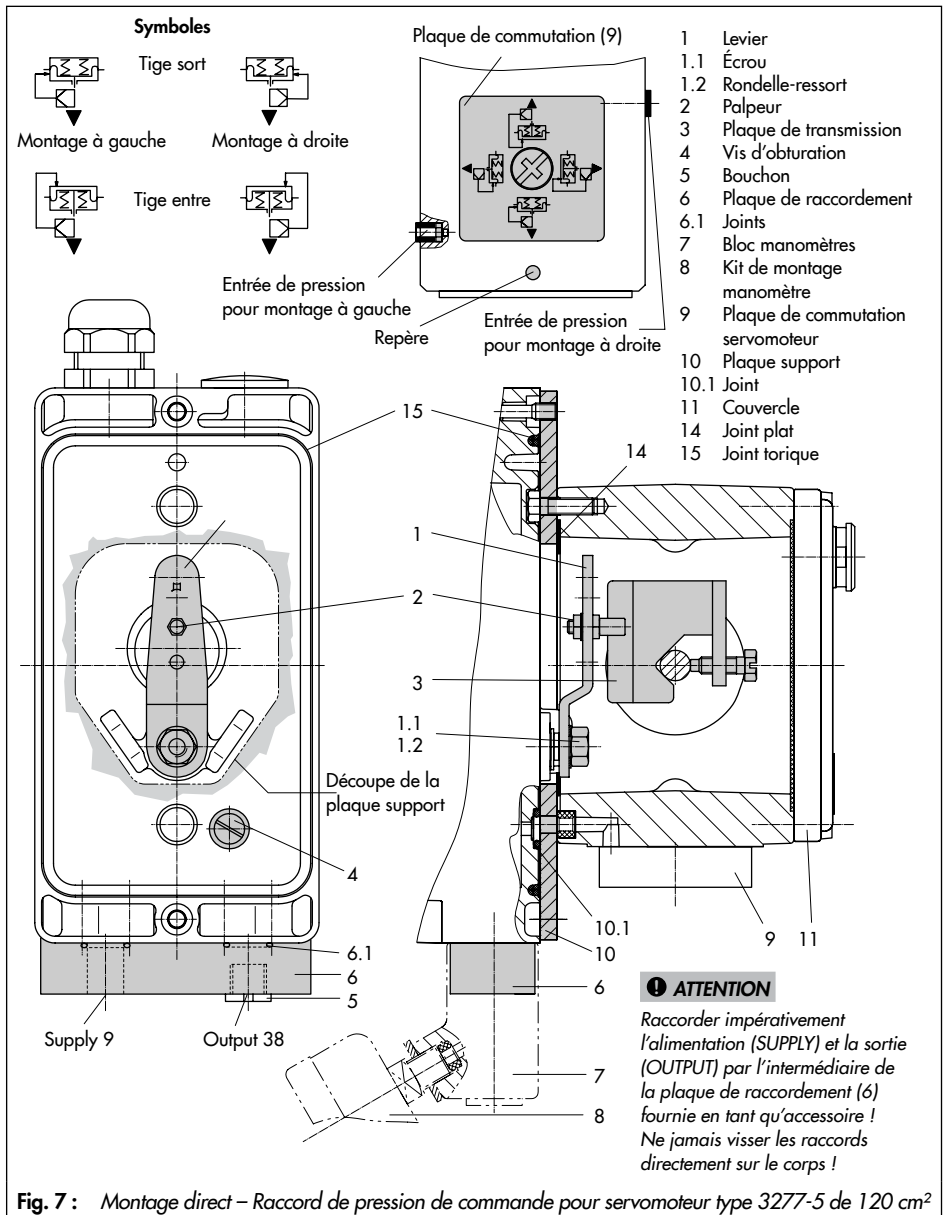

Fig. 7 : Montage direct – Raccord de pression de commande pour servomoteur type 3277-5 de 120 cm²
Servomoteur de 120 cm² (cf. Fig. 7)
➔ Selon la position de sécurité du servomoteur « Tige sort par manque d'air » ou « Tige entre par manque d'air », monter d'abord la plaque de commutation (9) sur l'arcade. Orienter le symbole de montage sur le côté gauche ou droit en fonction du repère (cf. Fig. 7, en haut).
1. Monter la plaque de raccordement (6) ou le bloc manomètres (7) sur le positionneur. S'assurer que les deux joints (6.1) sont positionnés correctement.
2. Retirer la vis d'obturation (4) à l'arrière du positionneur et obturer la sortie « Output 38 » de la plaque de raccordement (6) ou du bloc manomètres (7) avec le bouchon (5) disponible en tant qu'accessoire.
3. Placer la plaque de transmission (3) sur la tige de servomoteur en vérifiant que la vis de fixation est positionnée correctement dans la rainure de la tige de servomoteur.
4. Fixer la plaque support (10) sur le servomoteur de sorte que la partie étroite de la découpe (Fig. 7, à gauche) soit orientée vers les raccordements